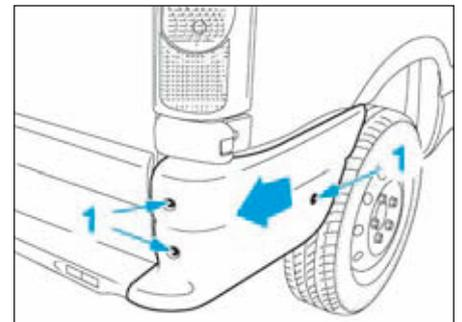

FIG. 160
- Déposer les trois vis de fixations (1) (Fig.160) de la partie latérale du bouclier.